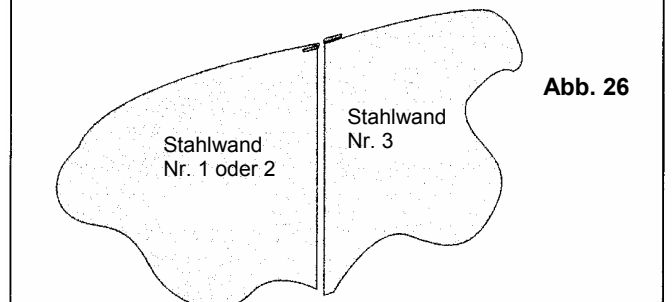

Abb. 26
- 3** Setzen Sie die Stahlwände nebeneinander, Abbildung 26.